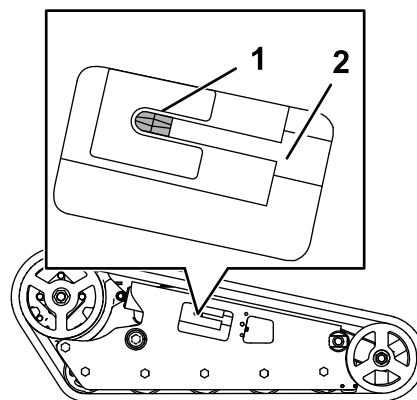

Рисунок 61
12. Используя ключ с храповым механизмом на 1/2 дюйма, поверните натяжной винт против часовой стрелки, пока он не дойдет до упора (Рисунок 61).
- Убедитесь в том, что натяжной винт установлен до упора (Рисунок 61).